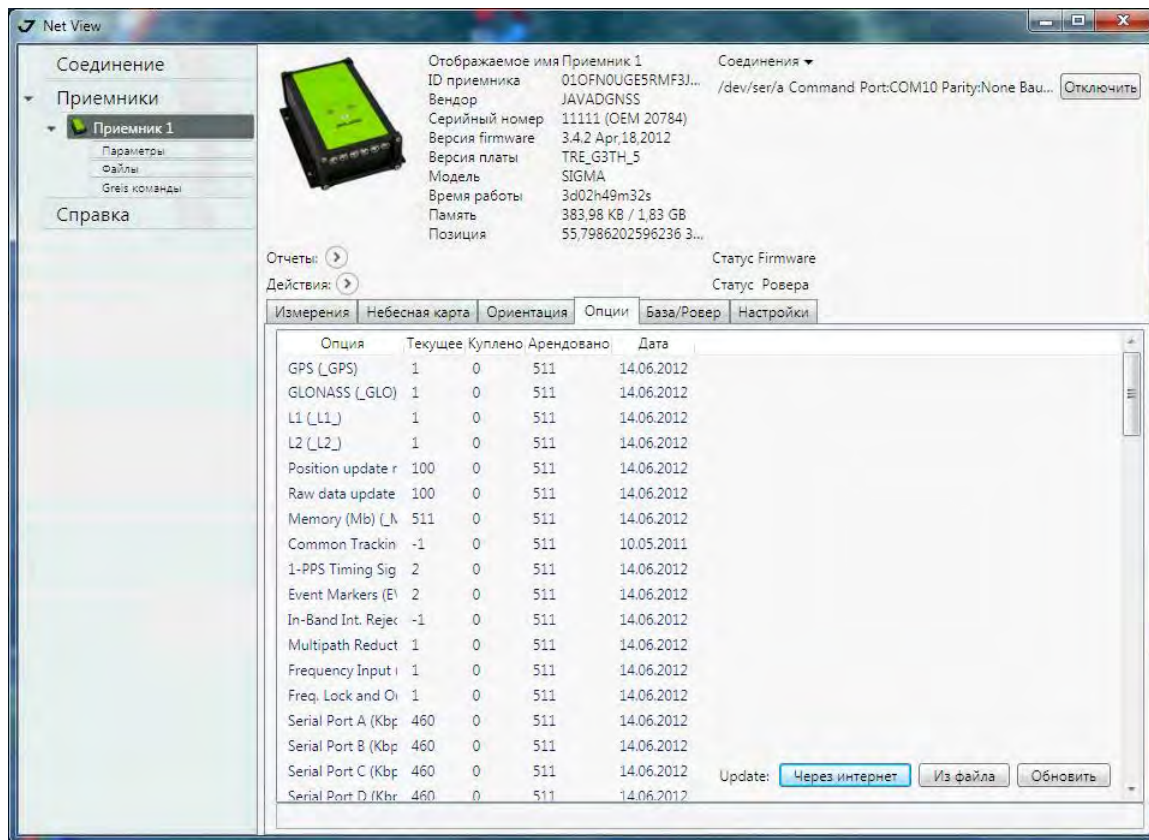

Рисунок 4. Опции
- Нажмите слева на *Receiver*. Справа откроется информационное окно. Откройте вкладку *Опции* (Рис. 4), которое содержит следующую информацию: